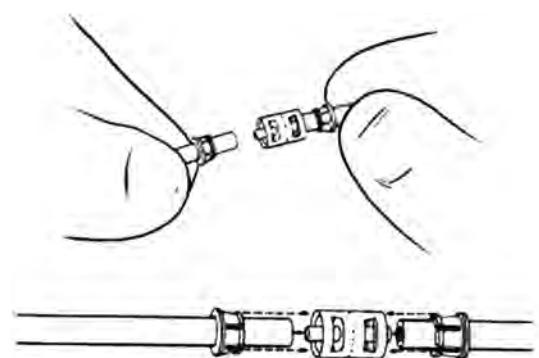

Figure 4-33. Insérer la tubulure dans le connecteur
4. Insérer l'extrémité de la tubulure dans le connecteur. (**Figure 4-33**)
5. Insérer l'autre extrémité de la tubulure dans le connecteur. (**Figure 4-33**)